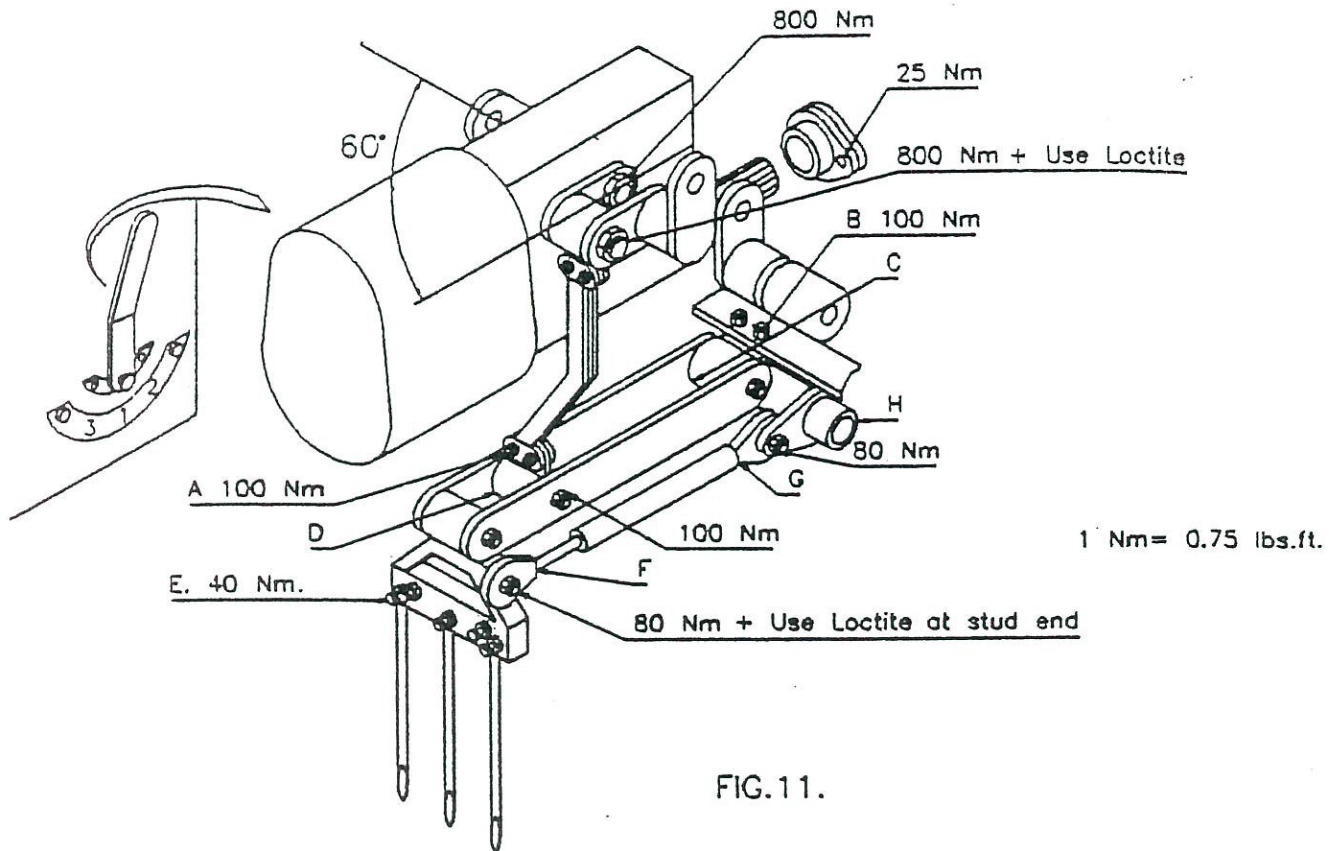

FIG.11.
- ・各部のボルト・ナットを規定値にて締め付けてください。(FIG.11.参照)
10. ナットを規定トルクで締め付けます。(FIG.11.参照)